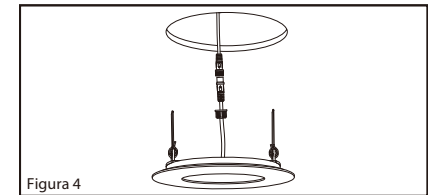

Figura 4
5. Sube los ganchos de resorte en luz empotrada hacia arriba y a través del recorte. Los ganchos de resorte deben de cerrarse sobre el techo y asegurar la luz empotrada LED. (Figura 4)